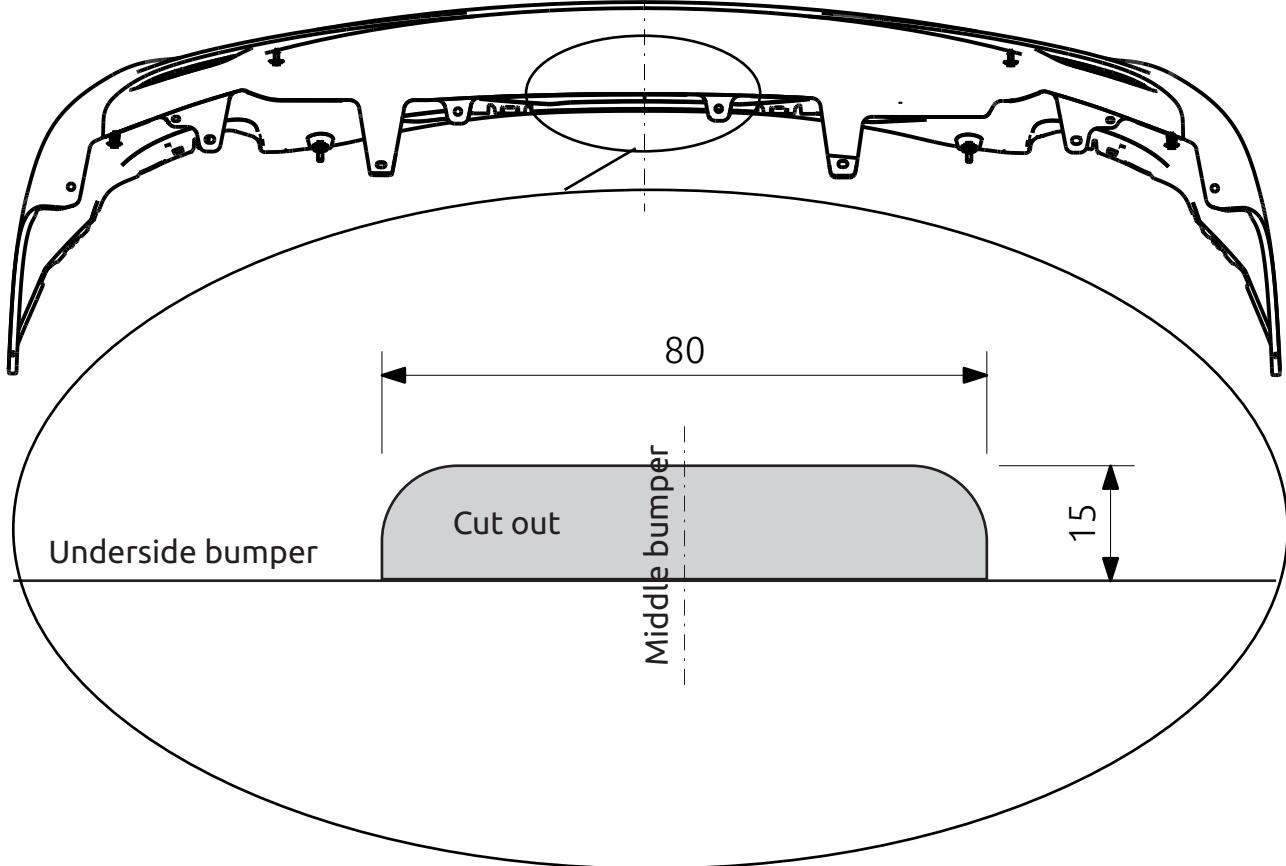

Fig. 2
10. Выпилить обозначенные части, как указано на рис. 2 и 3.